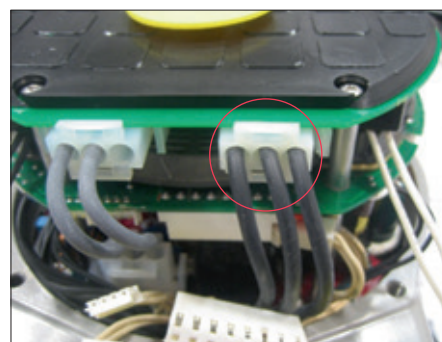

Figura 10
- Collegare il connettore dell'alimentazione a 3 fili della morsettieria alla scheda OM13 (Figura 10).